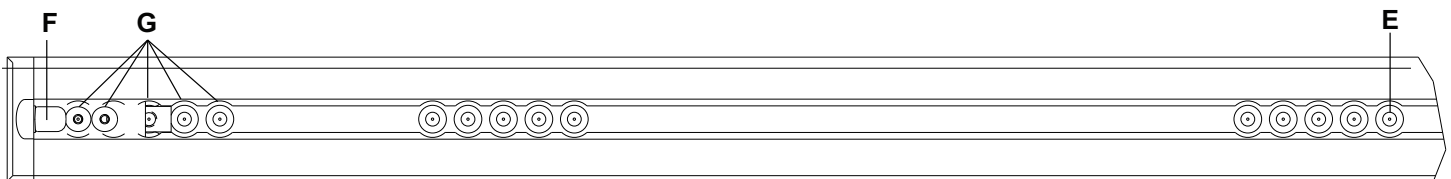

Abbildung 10 – Position der Bodenplatten-Passlöcher - Fußende
Hinweis - Wenn bereits eine zuvor installierte Bodenplatte ohne Anker-Fahrzeug-Kabel vorhanden ist, von Passloch E ausgehend entweder 3 Zoll (7,6 cm) oder 7 Zoll (17,8 cm) Richtung Kopfende abmessen (Abbildung 10). Diese Stelle in der Mitte des Kanals markieren. Hier wird die elektrische Eingangsbuchse angebracht. Anweisungen für die elektrische Verbindung finden Sie unter „Installieren der Bodenplatte“ (6390-109-020).
Hinweis - Die Positionen des Sicherheitshakens (F) und der zusätzlichen Montagelöcher (G) sind nur zur Orientierung dargestellt (Abbildung 10). Sie werden bei der **Performance-LOAD** Installation nicht verwendet.